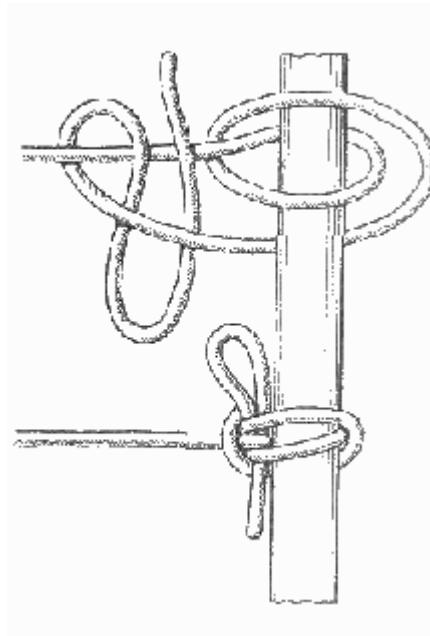

Рис. 101. «Мокрый» полуштык
**“Мокрый” полуштык** (рис. 101). Многие узлы, когда они намокнут, трудно развязать. Нередко случается, что в буквальном смысле слова концы приходится рубить. Именно для такой ситуации моряки и придумали узел с названием “мокрый полуштык”. Его применяют для крепления фалиней и швартовов за кнхеты, палы и битенги. Он рассчитан для сильной тяги и быстрой отдачи. Как бы сильно узел ни затянулся и при этом намок, его всегда можно быстро отдать.